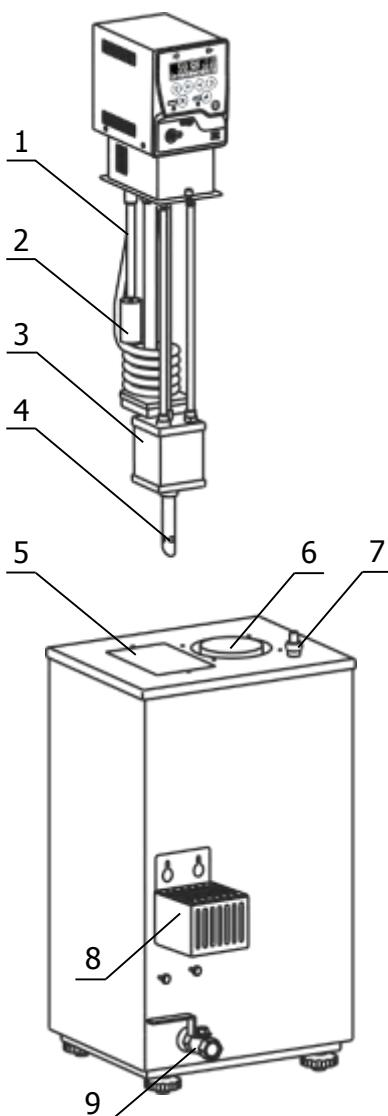

Рисунок 4 — Установка блока регулирования
2.2.3 Убедиться в том, что поплавок 2 (рисунок 4) свободно перемещается вниз под действием собственного веса при вертикальном положении блока регулирования. Если этого не происходит, устранить возможный зажим штока поплавка смещением свободного конца защитной трубы 1, в которой расположен шток.
2.2.4 Установить блок регулирования в отверстие 5, при этом выходная трубка 4 (рисунок 4) должна войти в муфту 5 (рисунок 3) на дне основной ванны. После установки закрепить блок регулирования на ванне винтовыми фиксаторами.
2.2.5 Защитный кожух 8 (рисунок 4) установить на сливной кран 9, убедившись, что кран закрыт.
Причина отсутствия перелива — неправильная работа насоса, вызванная воздушной пробкой, образовавшейся в резервуаре 3 (рисунок 4). Для ее устранения необходимо:
2.4.6 Снять защитный кожух 8 (рисунок 4), прикрутить сливную трубку из комплекта поставки к сливному крану 9. Свободный конец трубы опустить в емкость для сбора теплоносителя объемом не менее 15 литров.